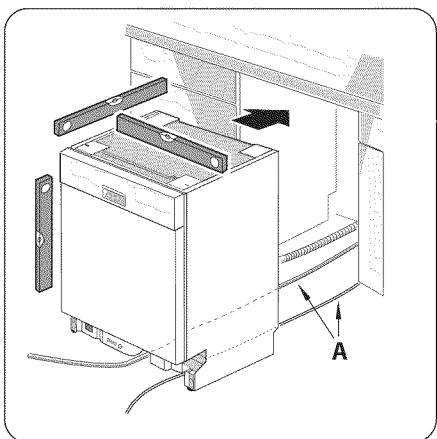
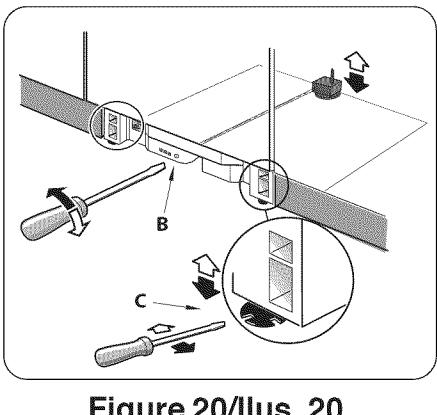
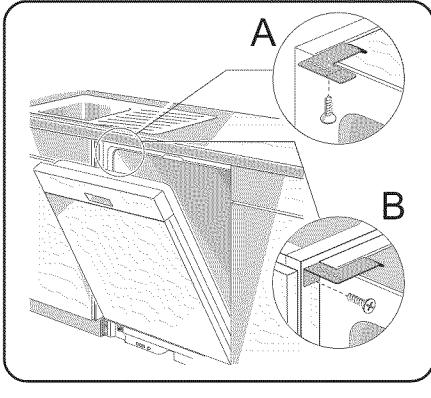

Figure 19/Illus. 19
Figure 20/Illus. 20
Figure 21/Illus. 21
- 2) Position the dishwasher close enough to the enclosure so that you can run the dishwasher drain hose to the under sink drain connection. Make certain that the hot water supply line and the electrical supply cable are in their channels under the dishwasher base, as shown in Figure 19, letter A.
- 4) Perform a level check as shown in Figure 19. Adjust the rear leveler by turning the center screw at the front of the dishwasher, as shown in Figure 20, letter B. Turning the screw clockwise raises the rear of the dishwasher. Adjust the front levelers by turning them with a screwdriver, as shown in Figure 20, letter C. Turning the levelers to the right raises the dishwasher. If additional height is needed, shims may be added under the leveler feet.
Drive the mounting screws through the holes in the mounting brackets, as shown in Figure 20, letter A for Top Mount, or as shown in Figure 21, letter B for Side mount.
- 2) Positionner le lave-vaisselle assez près de l'ouverture pour acheminer le tuyau de vidange à la connexion du drain d'évier. S'assurer que la canalisation en eau haute et le câble électrique sont dans leurs rainures sous la base de l'appareil comme à la figure 19, lettre A.
- 4) Vérifier le niveau comme à la figure 19. Régler le pied nivelleur arrière en tournant la vis centrale devant le lave-vaisselle comme à la figure 20, lettre B. Tourner dans le sens horaire pour éléver l'arrière de l'appareil. Régler les pieds nivelleurs avant avec un tournevis comme à la figure 20, lettre C. Tourner vers la droite pour soulever. Si une hauteur additionnelle est nécessaire, il faudra peut-être des cales sous le pied nivelleur.
Insérer les vis de fixation par les trous dans la fixation comme à la figure 20, lettre A pour la fixation supérieure ou à la figure 21, lettre B pour la fixation latérale.
- 2) Acomode la lavadora tan cerca del gabinete como para poder conectar la manguera de desague de la lavadora a la conexión de evacuación debajo del fregador. Asegúrese de que el tubo de agua caliente y el cable eléctrico estén puestos en sus canales respectivos bajo la base de la lavadora, tal como indican las flechas A en la Ilustración 19.
- 4) Revise el nivel como muestra la Ilustración 19. Ajuste el nivelador trasero por medio de darle vuelta al tornillo del centro en la cara frontal de la lavadora, tal como indica la flecha B en la Ilustración 20. La parte trasera de la lavadora se eleva a medida que se gire el tornillo en el sentido del reloj. Ajuste los niveladores de frente por medio de darles vuelta con un destornillador, tal como indica la flecha C en la Ilustración 20. La lavadora se eleva a medida que los niveladores giran hacia la derecha. Si la lavadora debe elevarse aún más, introduzca calces debajo de los pies de los niveladores.
Introduzca los tornillos de montaje a través de los hoyos en los soportes de montaje, tal como indica la letra A en la Ilustración 21, para realizar el montaje superior; o según lo que indica la letra B en la misma ilustración para realizar el montaje lateral.